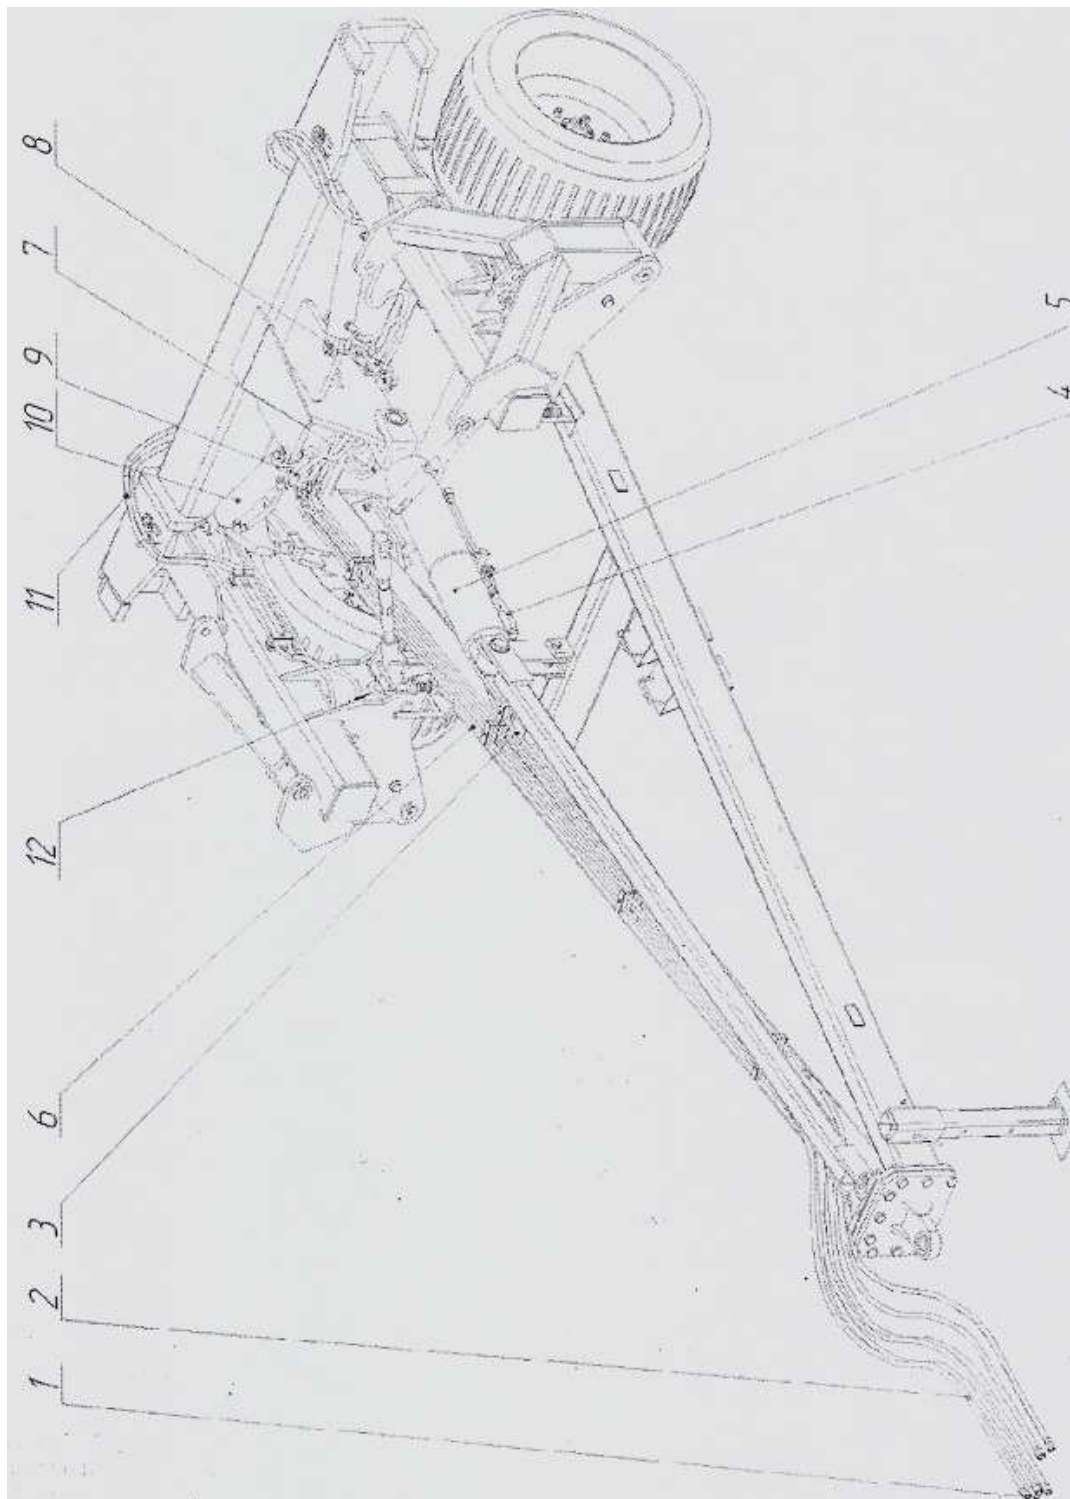

Рисунок 5 - Гидрооборудование
## 2.3 Устройство и работа гидросистемы СН (рисунок 5).
3.2.2 С помощью разрывных муфт 1 (рисунок 5) соединить гидросистему трактора с гидросистемой СН. Прокачать гидросистему.